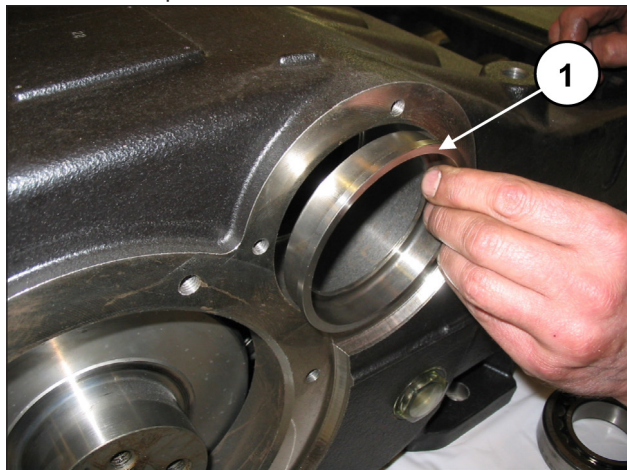
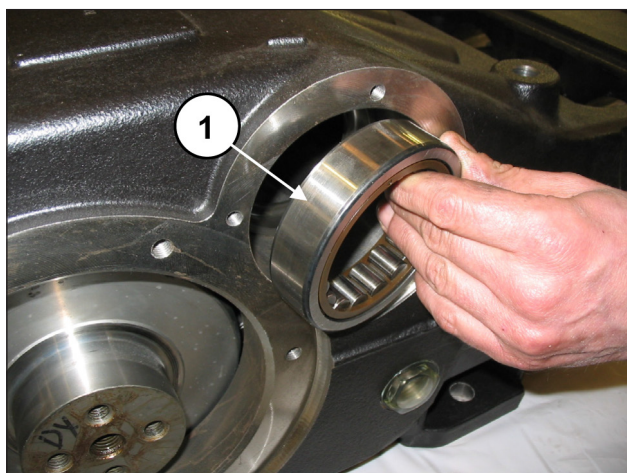

Fig. 54
Fig. 55
Desde uno de los lados del cárter, introducir el casquillo de lubricación de los cojinetes (pos. ①, Fig. 54) y la anilla externa del cojinete (pos. ①, Fig. 55) utilizando un tampón y una herramienta de percusión.